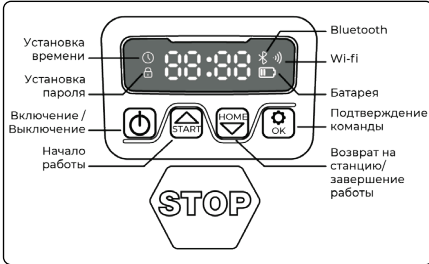

Рис. 27
9.2 Ручная настройка робота-газонокосилки (Рис. 27, 28)